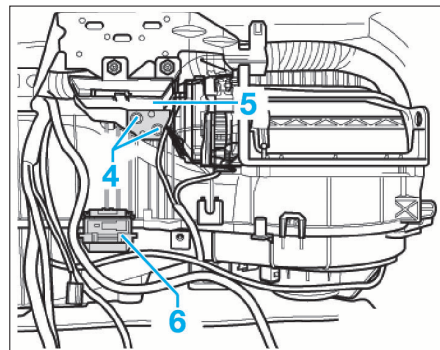

FIG. 14
- Déposer les vis (4) du support (5) (Fig.14).